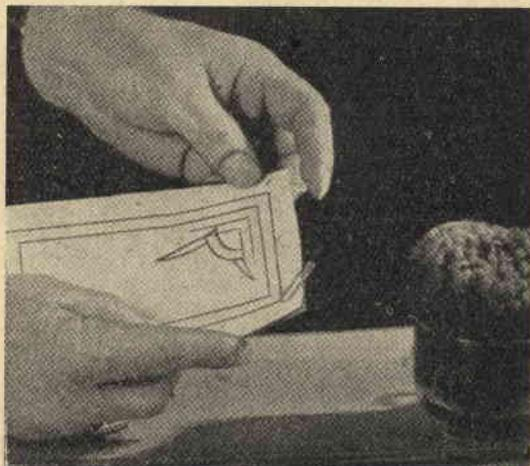

Fig. 21 - Come si fissa il disegno al cuoio.
2. - *Il trasferimento del disegno.* Il miglior sistema per fissare al cuoio il foglio di carta sul quale è stato eseguito il disegno, è il ricorrere alle mollette fermacarte. Occorre, però, che il foglio sia ritagliato nelle misure stesse del pezzo di cuoio, come occorre piuttosto esagerare con il numero delle mollette — non mai meno di due o tre per lato — onde evitare che il foglio si muova prima che il disegno sia completamente ricalcato. Se qualche volta si rende necessario dare uno sguardo sotto, per vedere se la traccia è sufficiente, il disegno va lasciato unito al cuoio per un lato, e sollevato con precauzione, in modo che, riponendolo giù, ritorni nella posizione originaria. La fig. 21 illustra come queste mollette vanno sistemate.